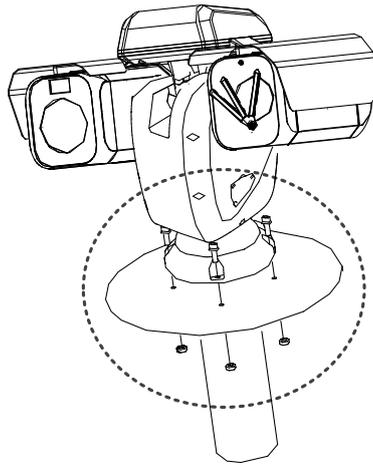

図 2-8 測位システムの取付
2. 図 2-8 に示したように、ブラケット ベースに測位システムを固定してください。